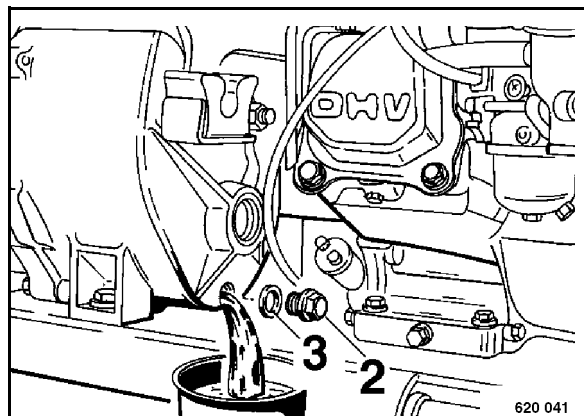

рис. 53
- Вывинтить сливную резьбовую пробку 2 (рис. 53), наклонить машину вперед и уловить вытекающее отработанное масло.
- Ввинтить сливную резьбовую пробку, снабдив ее новым уплотнительным кольцом (3).